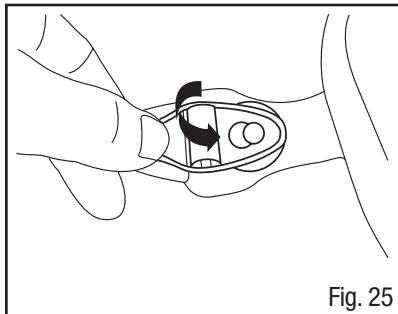

Fig. 25
1. Remova o suporte existente desencaixando cada fivela dos botões (Fig. 25).